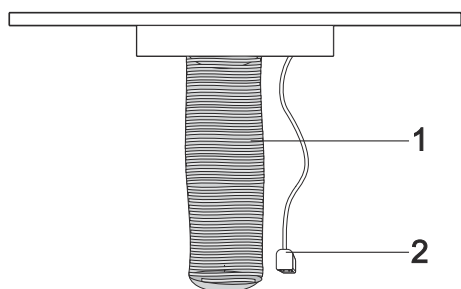

Fig. 10
4. ➔ Aftrækskanal og forsyningskabel skal gøres klar inden installation af emhætten. (Fig. 10).